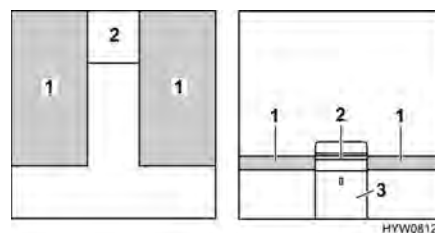

Bild 78 Före ombyggnaden
- Ta bort nattduksskåpets påbyggnad (Bild 78,2) och ställ den åt sidan.